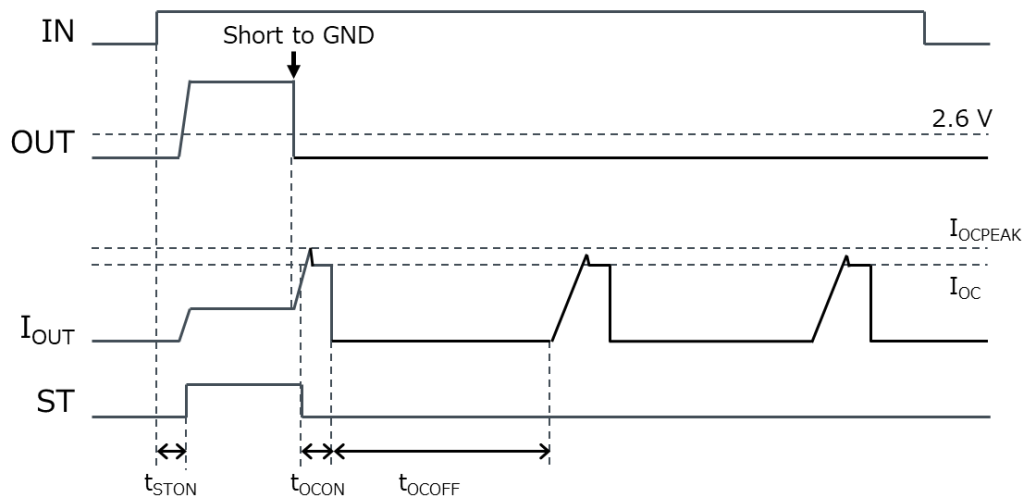
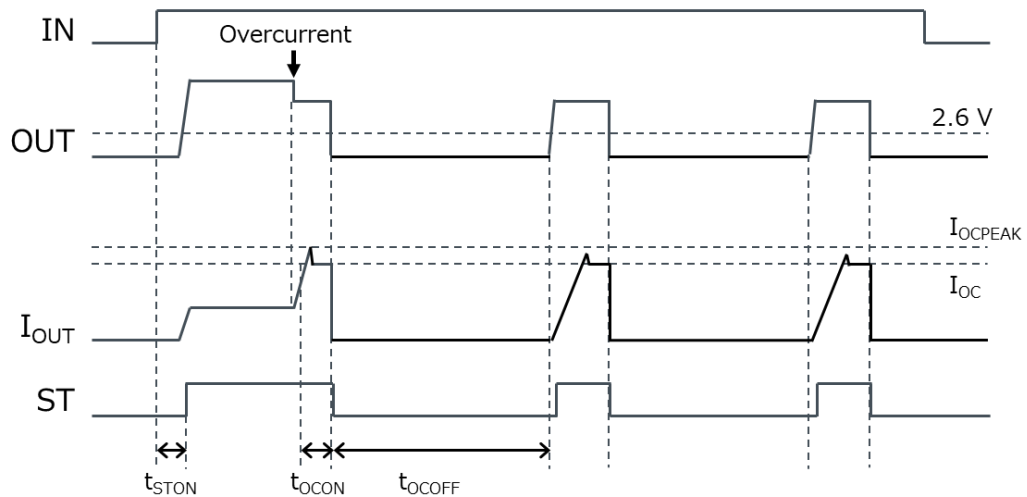

Figure 46. 過電流保護タイミングチャート (出力地絡)
Figure 47. 過電流保護タイミングチャート (出力過電流)
出力地絡による間欠動作時、診断出力 (ST) は Low になりますが(Figure 46)、過電流により出力電圧が 2.6 V (Typ)以下にならない場合は出力の間欠動作に同期して ST が切り替わります。(Figure 47)